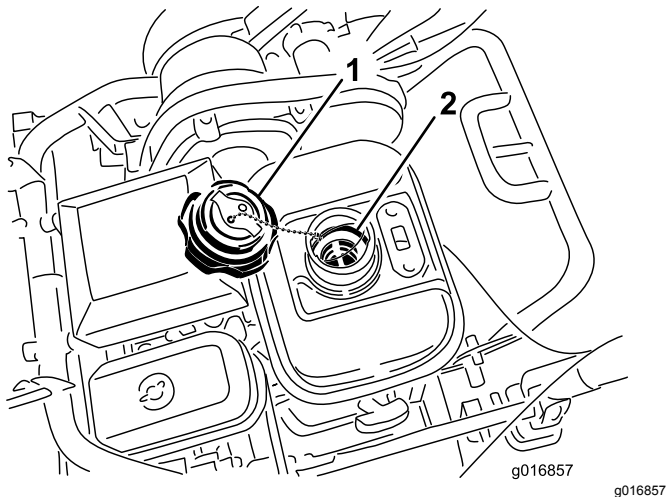

Figura 40
1. Svitare e togliere il relativo tappo dal serbatoio carburante (Figura 40).